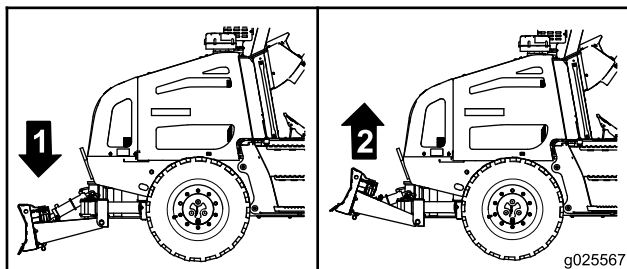

Рисунок 50
- Опускание отвала обратной засыпки: Переместите джойстик вперед (Рисунок 50).
- Подъем отвала обратной засыпки: Переместите джойстик назад (Рисунок 50).